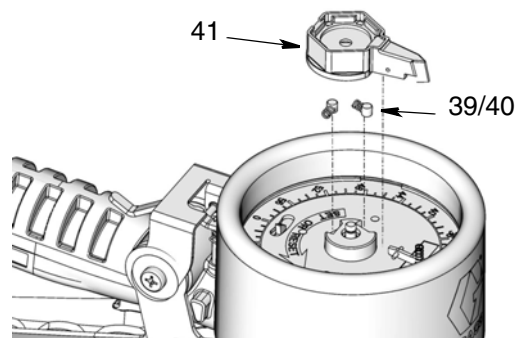

FIG. 27
3. Remova o direcionador de agulha (41), as molas (39) e os pinos (40) (FIG. 27).